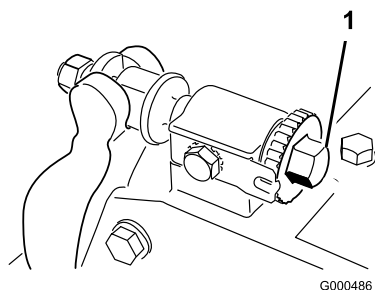
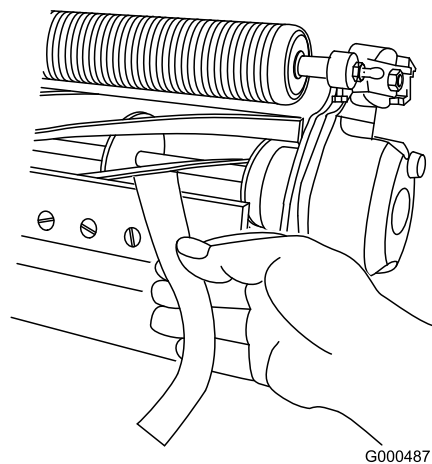

図 54
図 55
2. ベッド・バー調整ネジ (図 54) を左に回して、リールと下刃の接触を完全になくす。
入れる (図 55)。リールをゆっくり前回転させながら下刃調整ネジを締める (図 54 (新聞紙を入れた側の調整ネジを、1 目盛りずつゆっくりと)。新聞紙を引き抜くのに軽い力が必要な程度でよい。
6. 両側の調整ができたら最終確認を行う：紙片をリールの前から差し込んだ時にははさむだけ、下から差し込むと切れるのが正しい調整である (図 55)。リールと下刃のごくわずかの接触で紙が切れなければいけない。接触を強くしないと切れない場合には、鋭利な刃先を取り戻して精密なカットができるようにバックラップか研磨を行うことが必要 (Toro 研磨マニュアルを参照)。